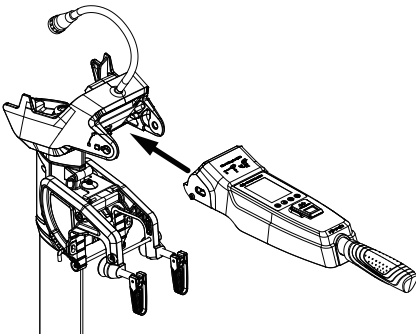

Abbildung 2-2
1. Bringen Sie die Pinne an der Maschine an (Abbildung 2-2).